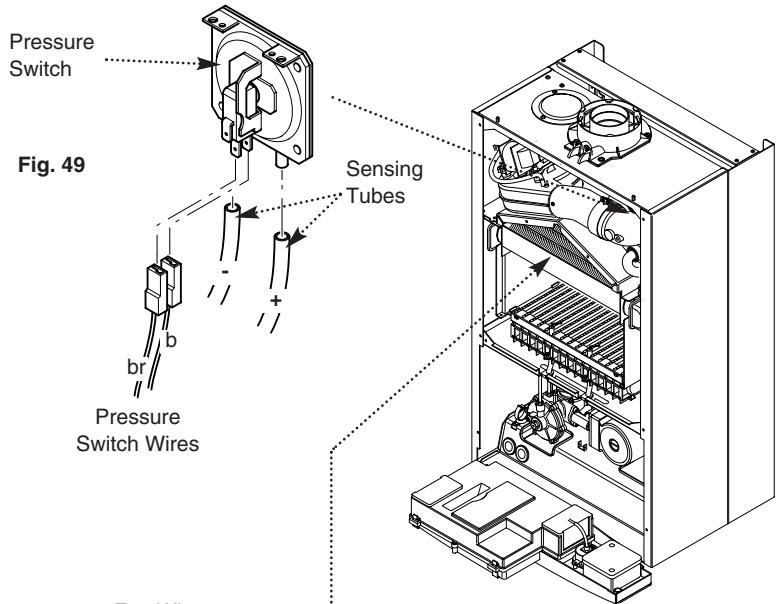

Fig. 49
12.2 Pressure Switch (Fig. 49)